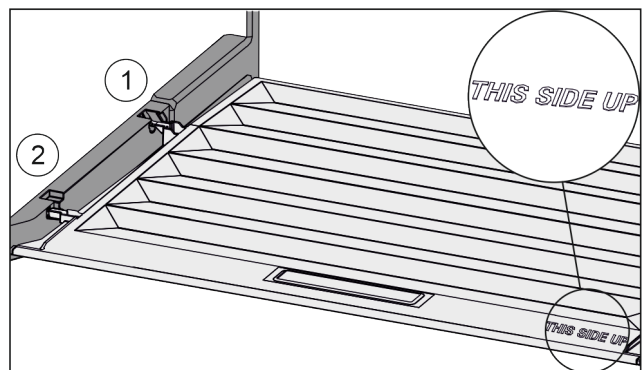

Fig. 59
- ▶ Introduire les rainures du couvercle par l'orifice du support arrière Fig. 59 (1) et les enclencher à l'avant dans le support Fig. 59 (2).